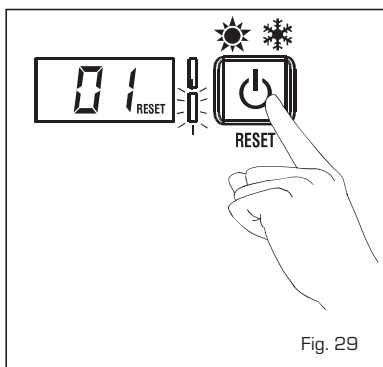

Fig. 29
- AL 01 (fig. 29)
- AL 02 (fig. 29/a)